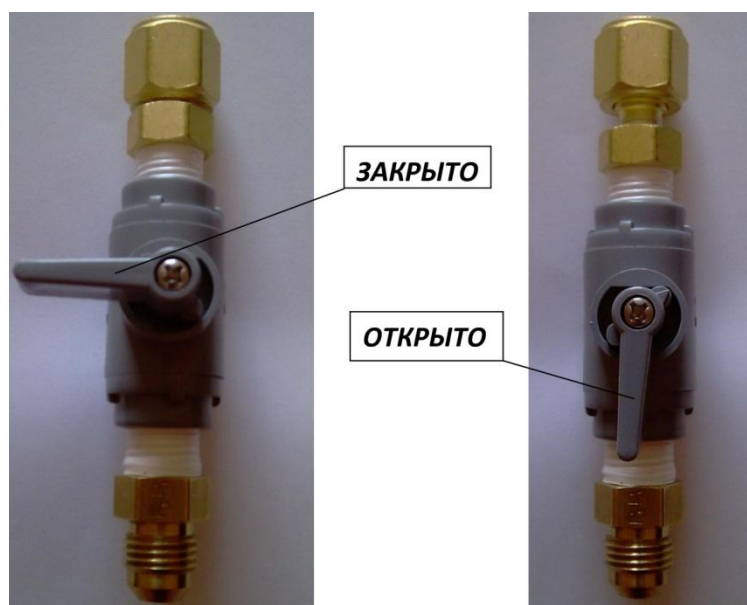

Рисунок 3 Дроссель-вентиль
5.3 Поставьте дроссель-вентиль в положение: **ЗАКРЫТО** (см. рисунок 3).
5.9 При достижении давления более 3 атм. (45 psig) на манометре редуктора, установите дроссель-вентиль в положение: ОТКРЫТО (см. рисунок 3).